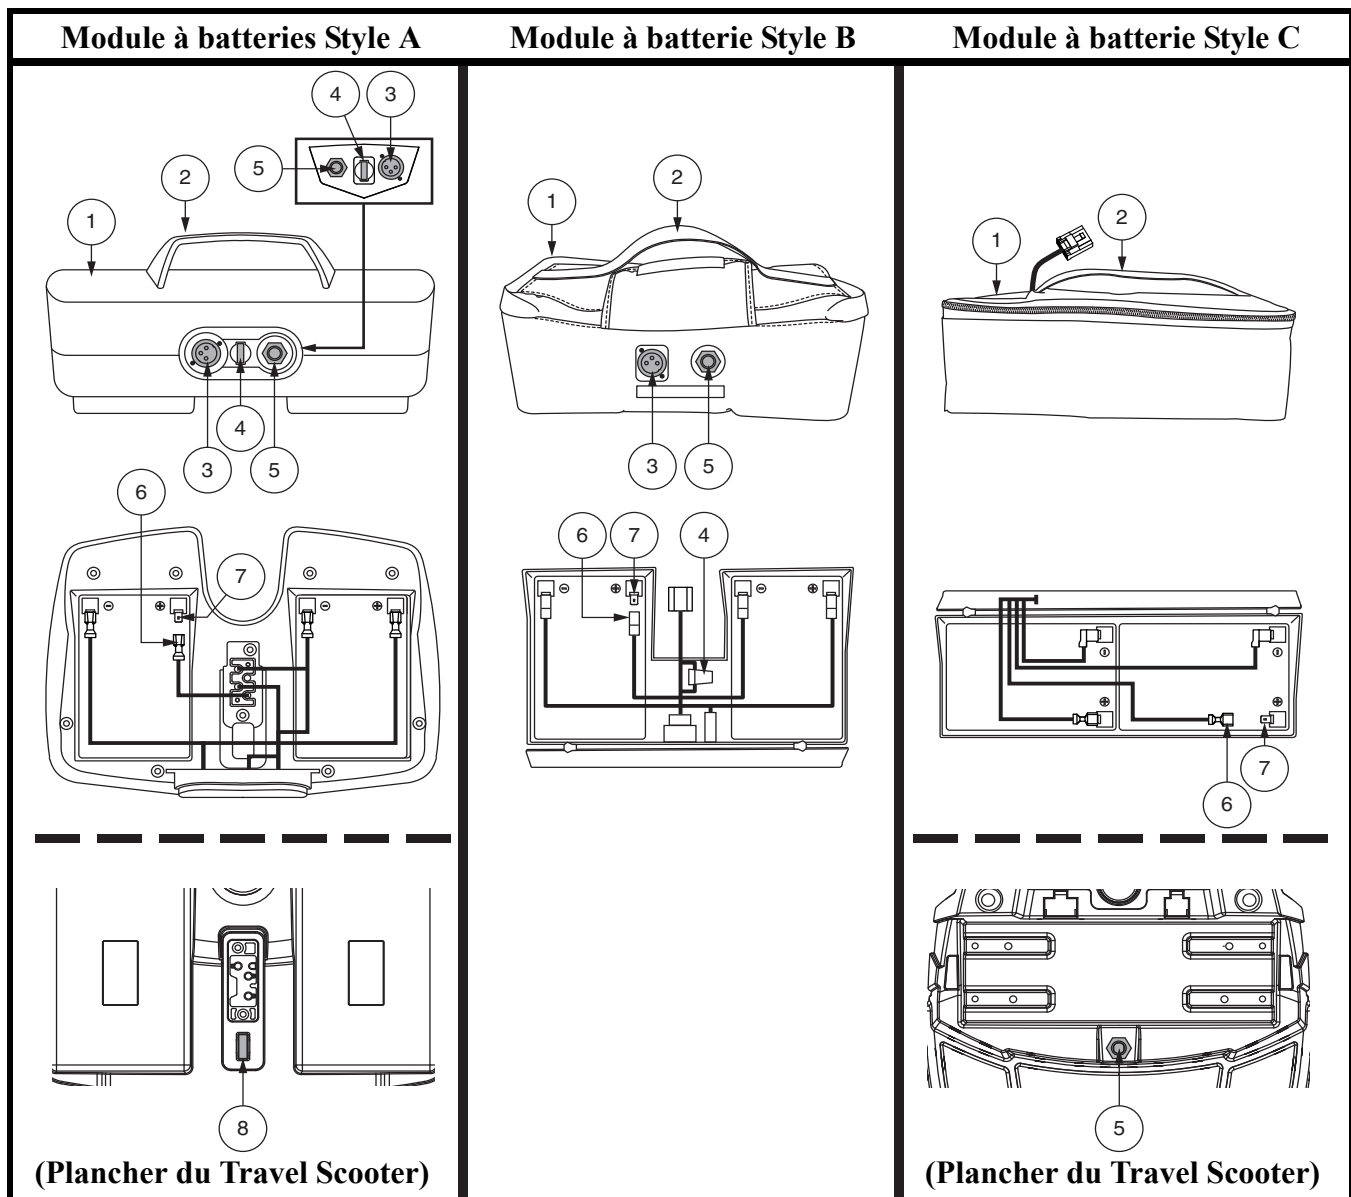

Figure 6. Module à batteries
**Voir la figure 6.**
Votre Travel Scooter est équipé d'un module à batterie innovateur facilement enlevable. Une poignée située sur le dessus facilite l'enlèvement du Travel Scooter d'une seule main. Le module contient deux batteries, et peut contenir le réceptacle du cordon du chargeur, le disjoncteur du circuit principal (bouton d'enclenchement) et le fusible du module. **Voir la figure 6.**
Le fusible situé sous le boîtier à batteries protège les composantes électroniques de la console. Voir la figure 6. Si la console cesse de fonctionner, vérifiez ce fusible. Voir VII. “Problèmes et solutions” pour les instructions de remplacement.
- Assurez-vous que le fusible du module à batteries est en bon état. **Voir la figure 6 ou 7.**